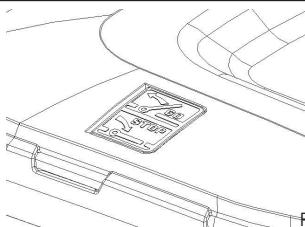

Fig. 3D
- Si le sac est rempli, l'indicateur s'abaisse ; à ce moment, arrêtez immédiatement de tondre et videz le sac, vérifiez s'il est propre et si ses aérations ne sont pas obstruées. (Fig. 3D)